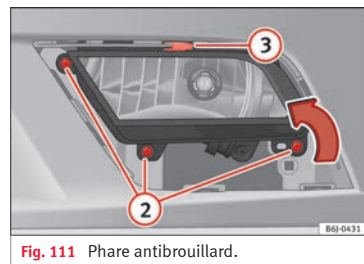

Fig. 111 Phare antibrouillard.
- Retirez les vis (3x) » **fig. 111** ② pour retirer le projecteur antibrouillard.
- Retirez l'agrafe métallique située sur la partie supérieure du projecteur antibrouillard vers l'extérieur du véhicule **fig. 111** ③.